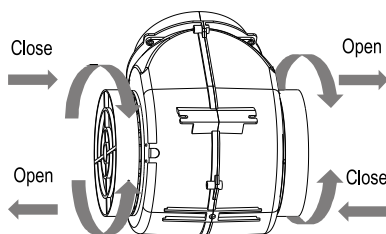

Рисунок 12
- Для отсоединения угольного фильтра, следует сначала снять жирулавливающий фильтр. См. рисунок 12.